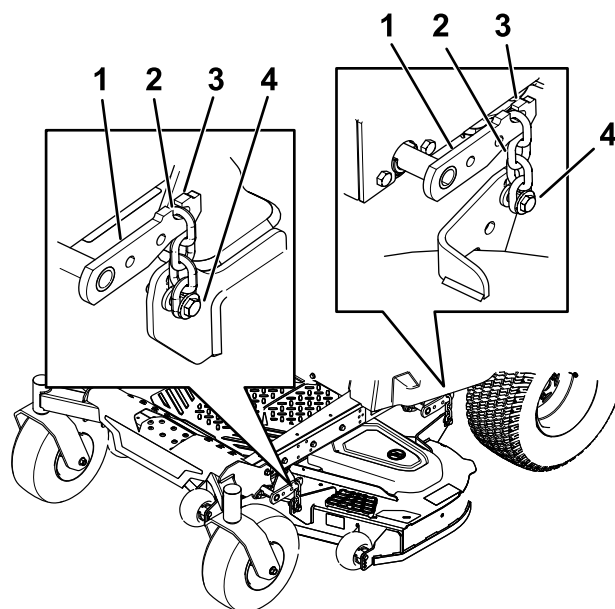

Figure 78
7. Détachez les chaînes des crochets sur les bras de levage du tablier (Figure 78).
6. Soulevez l'arrière du tablier de coupe et accrochez les chaînes aux bras de levage arrière (Figure 78).
7. Accrochez les chaînes avant aux bras de levage avant (Figure 78).